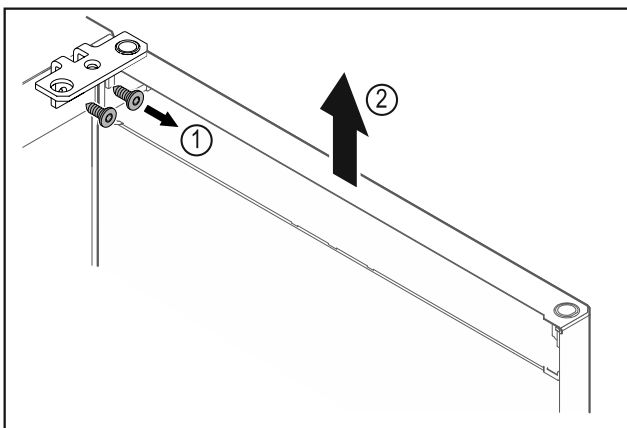

Fig. 5
- Svitare la cerniera angolare Fig. 5 (1).
- Sollevare la porta con la cerniera angolare Fig. 5 (2) di ca. 200 mm verso l'alto in senso orizzontale e rimuoverla.